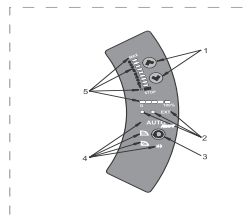

Fig. 11 Panel de control
El panel de control, fig. 11, incorpora:
El funcionamiento nocturno automático puede activarse junto con cada uno de los modos de control. Los símbolos luminosos en pos. 4, ver fig. 11, muestran los ajustes de la bomba: